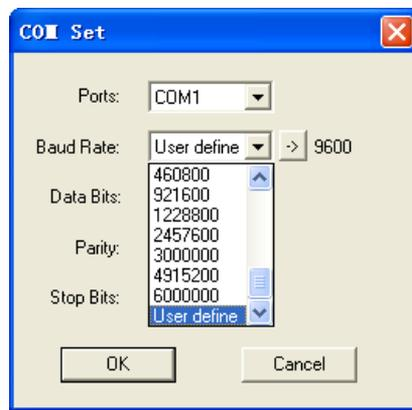

图7
**Baud Rate**(波特率)下拉列表框中列出了从50~6000000bps范围内的常用波特率值，当列表中的波特率仍不能满足用户要求时，可通过列表最后一项User defin（用户自定义波特率）来直接输入想要的数值。当用户选择User defin列表框后，右边会自动出现  按钮和当前的用户自定义波特率数值，如图7所示。